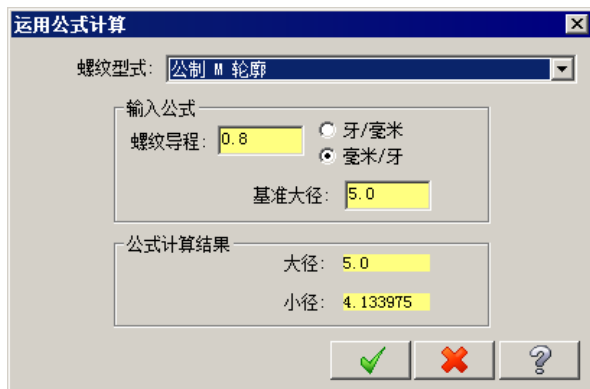

图 8.5.5 “运用公式计算”对话框
- **运用公式计算(F)...** 按钮：单击此按钮，系统弹出“运用公式计算”对话框，如图8.5.5所示，用户可以通过此对话框对计算螺纹公式及相关设置进行定义。